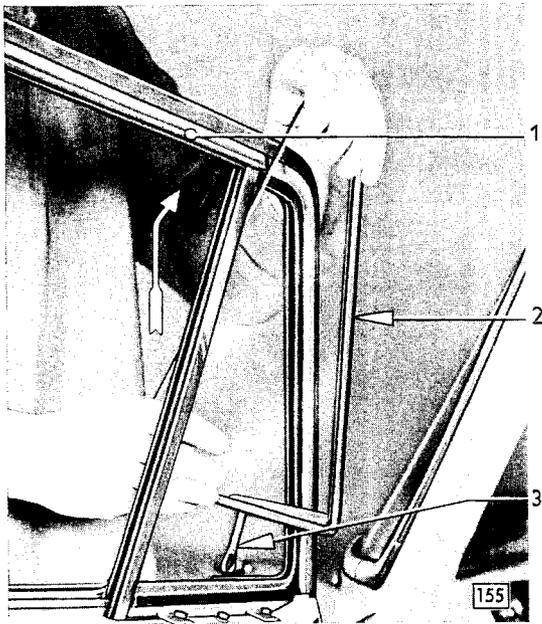

Bild 46 - Drehfenster aus Drehfenster-Apparat herausnehmen
5. Drehfenster (46/2) mit provisorisch aufgestecktem Drehknopf wieder schließen, oben etwas nach innen drücken und nach oben aus Drehfenster-Apparat ausführen (Bild 46).